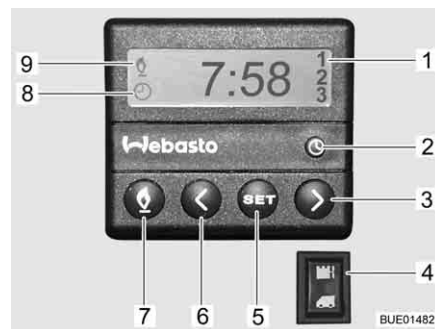

Bild 213 Bedieneinheit für Standheizung
- Taste (Bild 213,7) drücken. Der Heizbetrieb wird durch das Symbol (Bild 213,9) angezeigt. Das Gebläse wird erst bei einer Kühlwassertemperatur von 30 °C zugeschaltet.
- Taste (Bild 213,7) drücken. Das Symbol (Bild 213,9) erlischt.
- Schalter (Bild 213,4) unten drücken. Motor wird vorgewärmt. Das Gebläse wird sofort zugeschaltet.
- Schalter (Bild 213,4) oben drücken. Motor bleibt kalt.
- Taste (Bild 213,2) drücken. Die Uhrzeiteinstellung wird durch das Symbol (Bild 213,8) angezeigt.
- Mit den Tasten (Bild 213,3 und 6) die Uhrzeit einstellen.
- Taste (Bild 213,5) drücken.
- Innerhalb von 10 Sekunden mit den Tasten (Bild 213,3 und 6) die Einschaltzeit einstellen.
- Taste (Bild 213,5) so oft drücken, bis die gewünschte Programmnummer (Bild 213,1) im Display angezeigt wird.